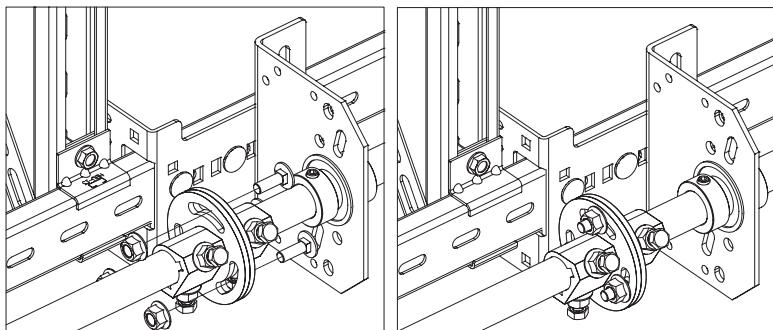

Рис. 26.6
- установить стяжные болты муфты (рис. 26.6);